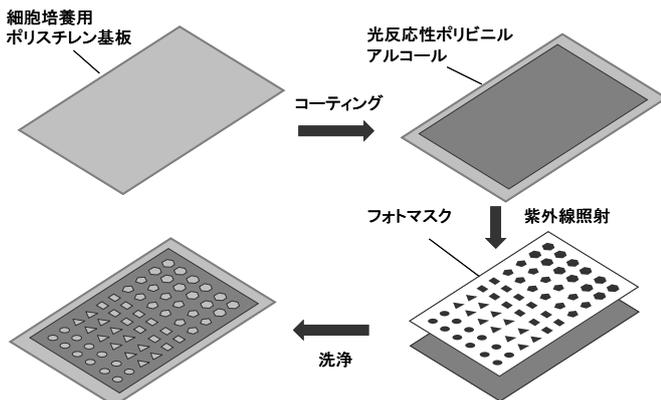

図1 マイクロパターン化基板の作製手順
①幹細胞の形を制御するため、等しい面積の三、四、五、六角形、円形パターンの細胞接着領域をもつ培養基板を作製しました。また、②幹細胞の伸展面積を制御するため、面積の異なる円形パターンの細胞接着領域をもつ培養基板を作製しました。
具体的にはまず、細胞が接着しない性質をもつことで知られるポリビニルアルコールに光反応性の分子を結合させました。次に、この光反応性高分子の水溶液を細胞培養用のポリスチレン基板の表面にコーティングしました。つづいて、①三、四、五、六角形、円形の等面積のパターン、②異なる面積の円形パターンのフォトマスクをそれぞれ使い、紫外線を照射することによって、光反応によるマイクロパターン化を行いました(図1)。